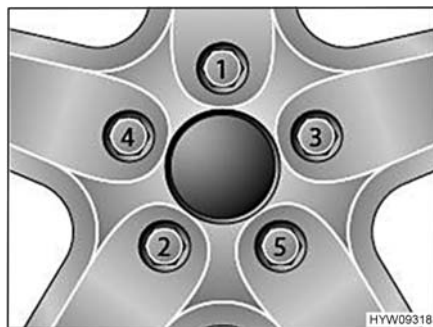

Fig. 190 Serraggio a croce di dadi delle ruote e bulloni delle ruote
- Serrare i dadi delle ruote o i bulloni delle ruote nell'ordine riportato in Fig. 190. A tale scopo, utilizzare una chiave dinamometrica e rispettare la coppia di serraggio indicata (vedi paragrafo 13.5.2).
- Controllare regolarmente il serraggio dei dadi o dei bulloni. Regolare il serraggio dei dadi delle ruote o dei bulloni delle ruote di una ruota sostituita dopo circa 50 km. A tale scopo, procedere seguendo l'ordine indicato in Fig. 190.
- Se si utilizzano cerchioni nuovi o riverniciati, regolare il serraggio dei bulloni o dei dadi dopo altri 1000 - 5000 km. A tale scopo, procedere seguendo l'ordine indicato in Fig. 190.
- ▷ Serrare a croce i dadi o i bulloni delle ruote (Fig. 190).